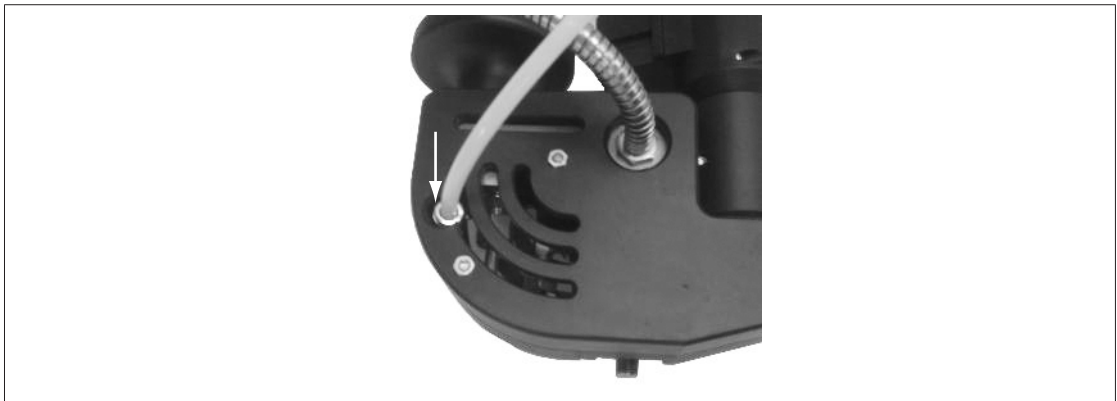

Bild 5: Druckluftzuleitung anschließen
5. Verbinden Sie den aus dem heizbaren Schlauch kommenden 6 mm PTFE-Luftschlauch mit dem entsprechenden Verbinder des HB 950 (siehe Bild 5).